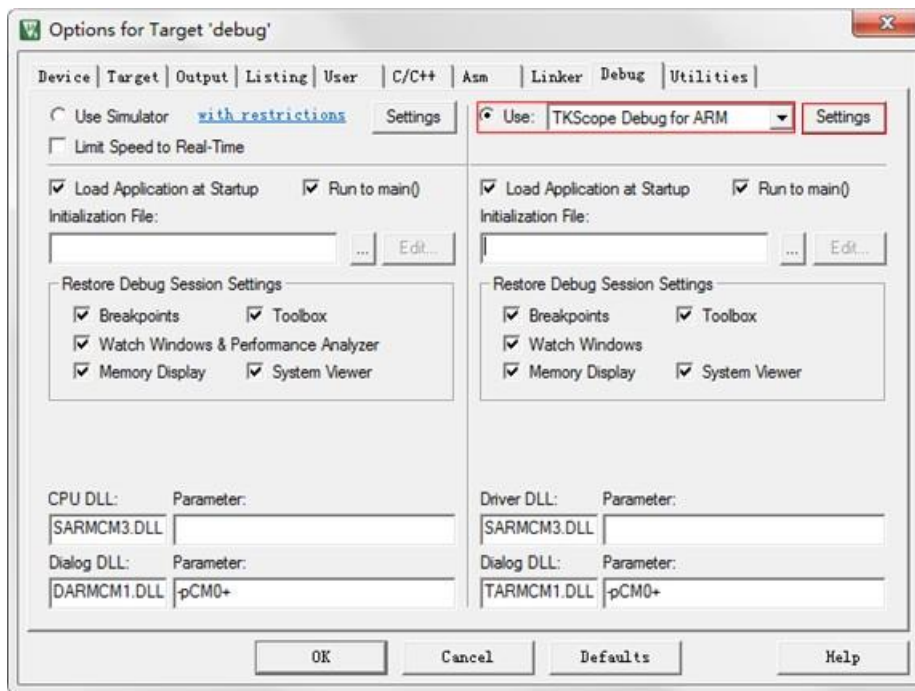
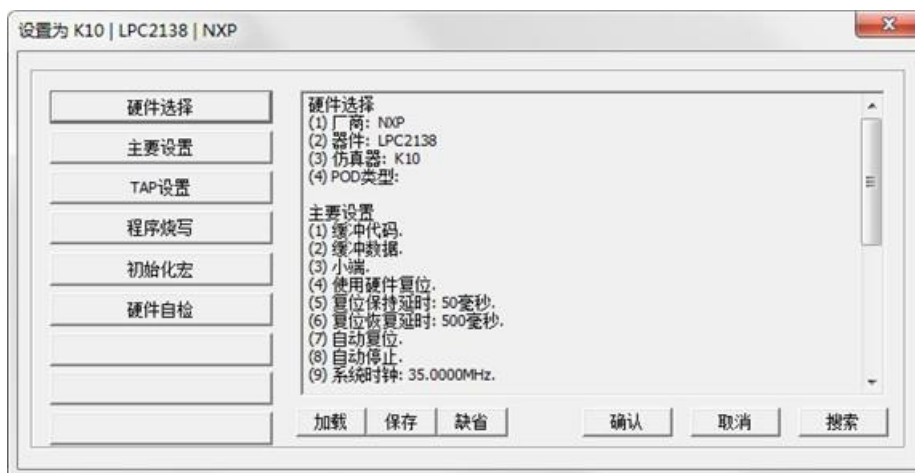

图 4.5 设置 TKScope Debug for ARM
图 4.6 TKScope Debug for ARM 配置选项
- (3) 如图 4.5 所示, 点击【TKScope Debug for ARM】旁边的【Setting】, 将会弹出仿真器的配置选项, 如图 4.6 所示。